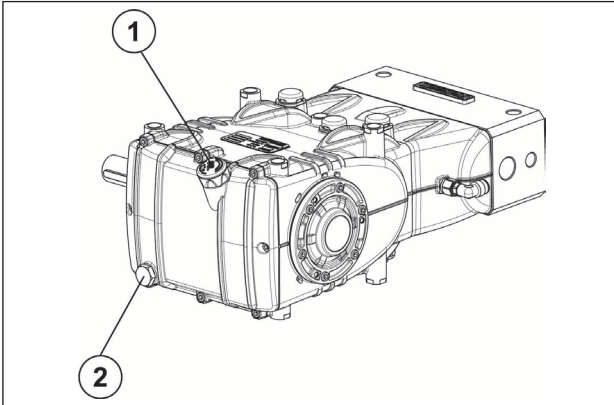

Fig. 1
Pour vidanger l'huile, retirer la jauge de niveau d'huile rep. ①, puis le bouchon rep. ②, (Fig. 1).